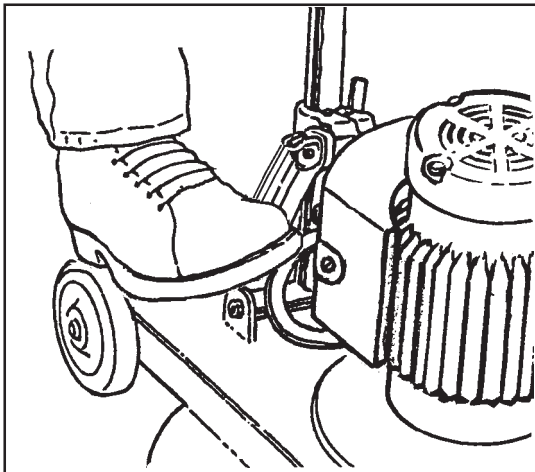

Figure 1
2. To lock the handle, push the locking lever down. See figure 1.
2. Para bloquear la tobera, empuje la palanca de bloqueo (hacia abajo). (Véase fig. 1)
2. Pour verrouiller le timon, presser le levier de verrouillage (vers le bas) (Voir fig.1)